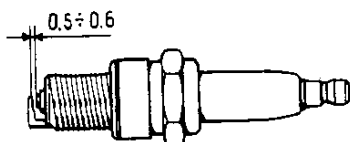

Fig. 43. Controllo intervalli tra gli elettrodi della candela
2. Verificate distanza tra gli elettrodi con uno spessore: la distanza tra gli elettrodi deve essere da 0,5 a 0,6 mm (fig. 43); in caso contrario avvicinate l'elettrodo esterno a quello interno; non si deve mai agire sull'elettrodo centrale.